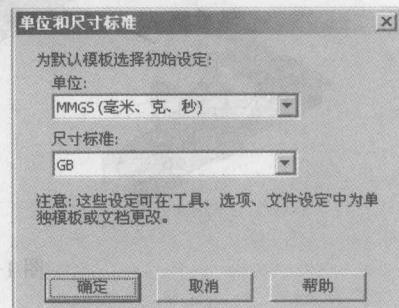

图 1-6 设定“单位和尺寸标准”
(3) 单击标准工具栏中的 \square (新建) 工具, 系统显示“单位和尺寸标准”选项框, 如图 1-6 所示, 选择单位为“MMGS(毫米、克、秒)”, 尺寸标准为“GB”。单击“确定”按钮完成系统设定。